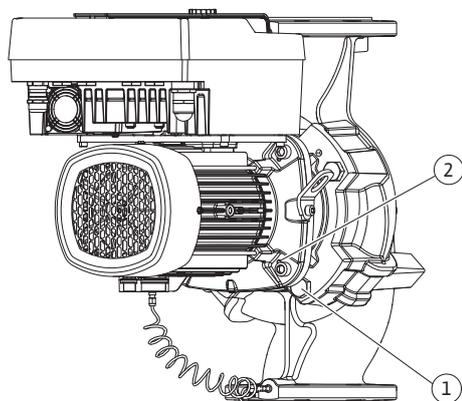

Fig. 104: Éjection du kit embrochable par les trous taraudés (selon le type de pompe)
22. En enlevant les vis (Fig. II, pos. 10), le capteur de pression différentielle se détache également de la bride du moteur. Laisser le capteur de pression différentielle (Fig. I, pos. 8) suspendu avec la tôle de support (Fig. I, pos. 13) au niveau des lignes de mesure de pression (Fig. I, pos. 7). Débrancher le câble de raccordement du capteur de pression différentielle dans le module électronique.
23. Retirer le kit embrochable du corps de pompe. Pour ce faire, utiliser les deux trous taraudés (voir Fig. 104, pos. 1).
31. Retirer le kit embrochable (voir chapitre « Description de la pompe ») du corps de pompe en desserrant les écrous à bride (Fig. I/III, pos. 29).
32. En enlevant les vis (Fig. I/III, pos. 29), le capteur de pression différentielle se détache également de la bride du moteur. Laisser le capteur de pression différentielle (Fig. I, pos. 8) suspendu avec la tôle de support (Fig. I, pos. 13) au niveau des lignes de mesure de pression (Fig. I, pos. 7). Débrancher le câble de raccordement du CPD dans le module électronique ou le détacher au niveau de la connexion enfichable et le retirer.
33. Utiliser les deux trous taraudés adjacents (Fig. 104, pos. 1) ainsi que les vis appropriées fournies par le client (p. ex. M10 x 25 mm) pour éjecter le kit embrochable du corps de pompe.
34. Engager une clé plate (de 32 mm) dans le regard de la lanterne (Fig. III, pos. 38) et maintenir l'arbre au niveau des méplats. Desserrer l'écrou de blocage de roue (Fig. III, pos. 22). Retirer les rondelles situées en dessous (Fig. III, pos. 23) et retirer la roue (Fig. III, pos. 21) de l'arbre de pompe. Démontez la clavette (Fig. III, pos. 37).
35. Retirer la garniture mécanique (Fig. III, pos. 25) et la bague entretoise (Fig. III, pos. 20).
36. Enlever le grain fixe (Fig. III, pos. 26) de la garniture mécanique du logement de la lanterne.